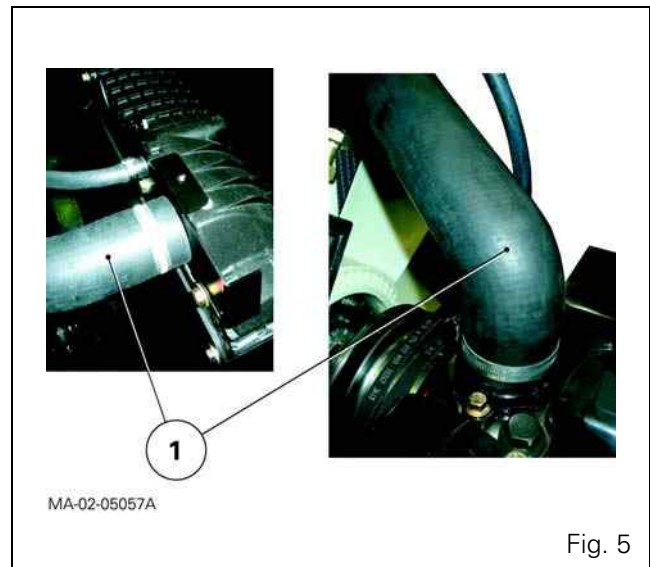

Fig. 5
16. Desconectar la manguera superior (1) (Fig. 5).